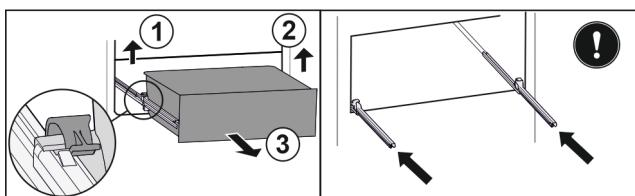

Fig. 62
- Повдигнете лявата скоба и едновременно с това изтеглете напред чекмеджето отляво. Fig. 62 (1)
- Повдигнете дясната скоба и едновременно с това изтеглете напред чекмеджето отдясно. Fig. 62 (2)
- Извадете чекмеджето напред. Fig. 62 (3)